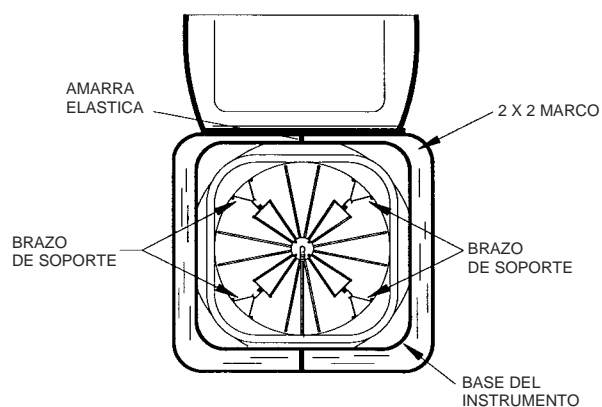

Figura 2—Vista desde encima del estuche
de modo de que se puedan volver a empaclar con facilidad (ver Figura 2 y 3).
- 1: Remueva las amarras elásticas como en Figura 2.